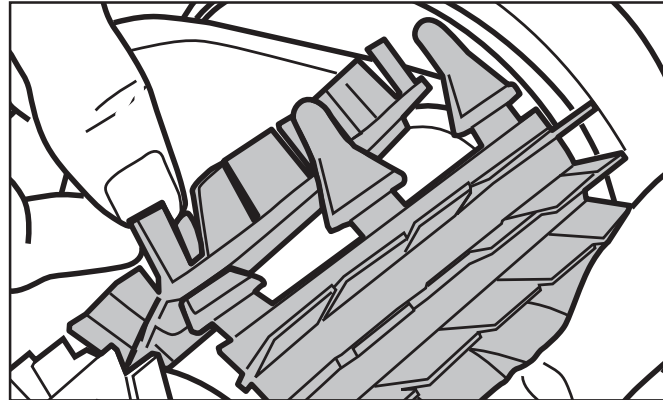

Figure 22. Tirer les onglets à travers chaque fente
3. Enfiler chaque patte dans la fente fournie et l'introduire délicatement jusqu'à ce que le talon sorte de l'autre côté de la fente (Figure 22).